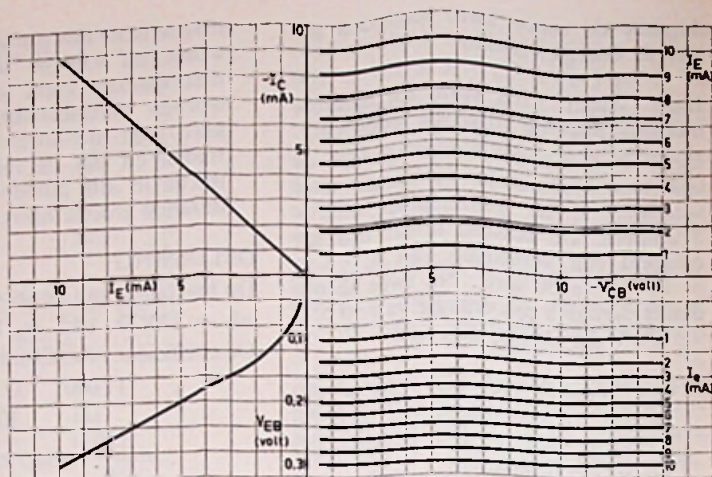

Fig.12
2. Van een transistor zijn in fig. 12 een aantal geidealiseerde karakteristieken gegeven. De idealisering bestaat o.a. hierin dat de in het rechterdeel van de figuur getekende karakteristieken uit horizontale lijnen bestaan.
- c. Als de collectorstroom 4,5 mA is, is volgens het linker-bovengedeelte van fig. 12 de emitterstroom 5 mA. Uit het linker-benedeelde van deze figuur blijkt nu dat de spanning  $V_{EB}$  tussen emitter en basis 0,2 V bedraagt (emitter positief t.o.v. basis). Op de weerstand  $R_c$  staat dus een spanning van  $1,1 - 0,2 = 0,9$  V. Daar de emittergelijkstroom, 5 mA, door deze weerstand vloeit, is de grootte hiervan:  $R_c = 0,9/5 \cdot 10^{-3} = 180 \Omega$ .